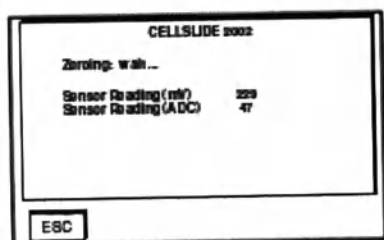

Рис. 3-3
- В конце самотестирования, прибор выполняет тестирование нулевого значения давления гидropневматической системы (рис.3-3). Если обнуление давления невозможно, то процедура повторяется до трех раз. Если обнулить давления не